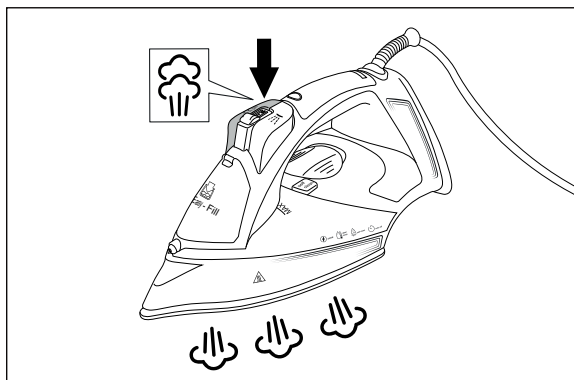

Abb. 6
- 3) Drücken Sie mehrmals im Abstand von jeweils ca. 5 Sekunden kurz die Taste für den Dampfstoß **4** (siehe Abb. 6).
- 5) Richten Sie die Wasserdüse **1** auf ein Handtuch und drücken Sie die Taste für die Sprühfunktion  **5** ca. 20-mal (siehe Abb. 6).